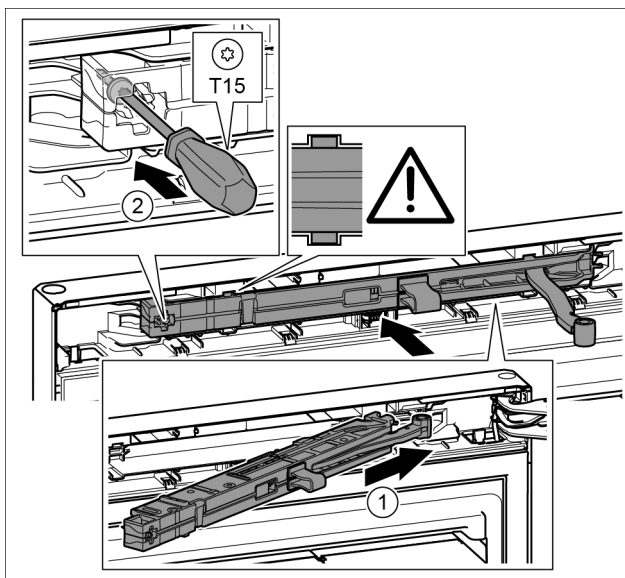

Fig. 41
- ▶ Introduzca la unidad de amortiguador de cierre en el lado del soporte de cojinete en posición inclinada en la escotadura hasta el tope. Fig. 41 (1)
- ▶ Apriete el tornillo con un destornillador T15. Fig. 41 (2)